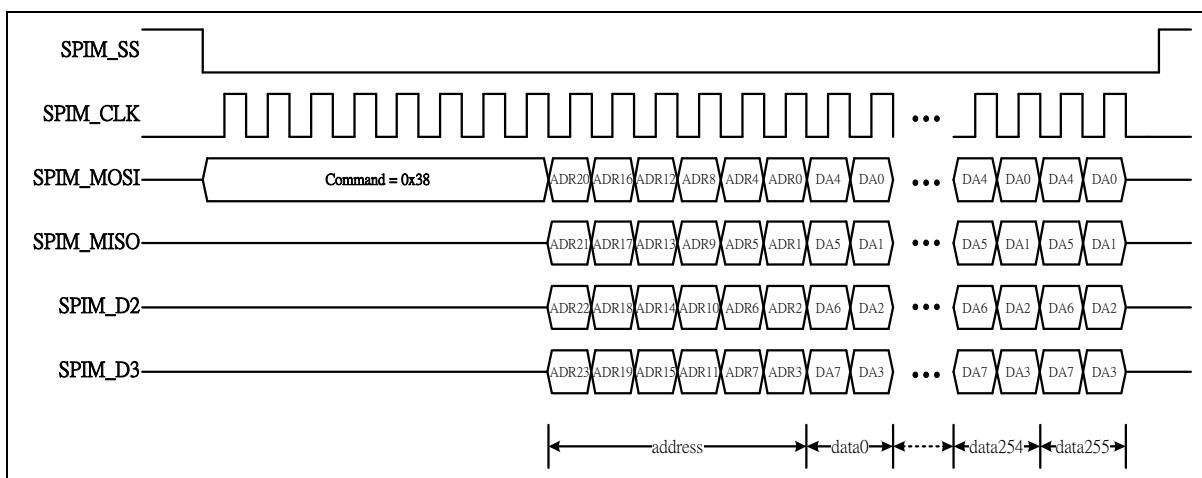

图 6.21-4 类型\_2 四线模式写的编程命令模式
- 四线写, 设置CMDCODE (SPIM\_CTL0[31:24]) 为0x38用于 类型\_2编程命令 (参考图 6.21-4).